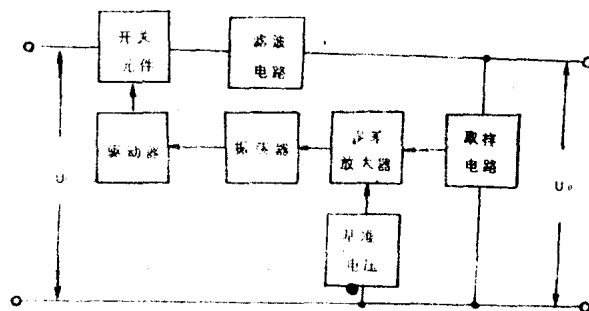

图2 他激式
(2) 他激式开关稳压电源,如图 2 所示,他激式开关稳压电源必须附加一个振荡,振